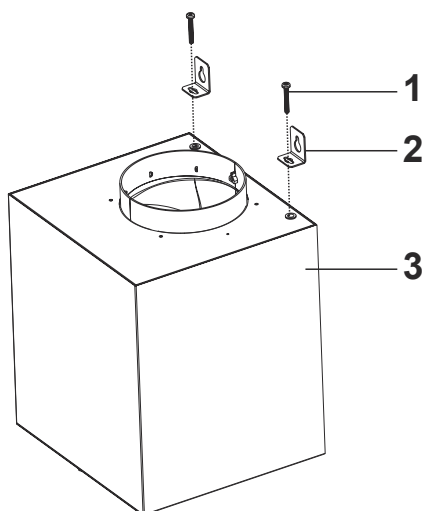

Fig. 22
**5.** ▶ Om motorkabinettet ska hängas upp, använd de 2 x M5x35 mm skruvarna och 2 x upphångningsbeslagen och montera dem på motorkabinettet (Fig. 22).